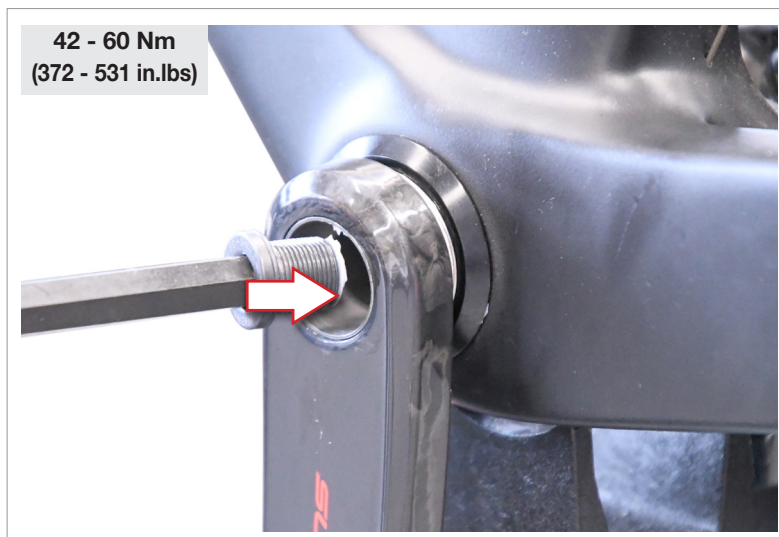

Abb.7
• Halten Sie die linke Tretkurbel mit einer Hand in der richtigen Position, schrauben Sie die Befestigungsschraube (Abb. 7) von Hand ein, bis die Achshälften verbunden sind. **SETZEN SIE DANN EINEN DREHMOMENTSCHLÜSSEL** (am 10 mm-Sechskanteinsatz) an und ziehen Sie auf ein Drehmoment von **42 Nm - 60 Nm (372 in.lbs - 531 in.lbs) fest** (Abb. 7).